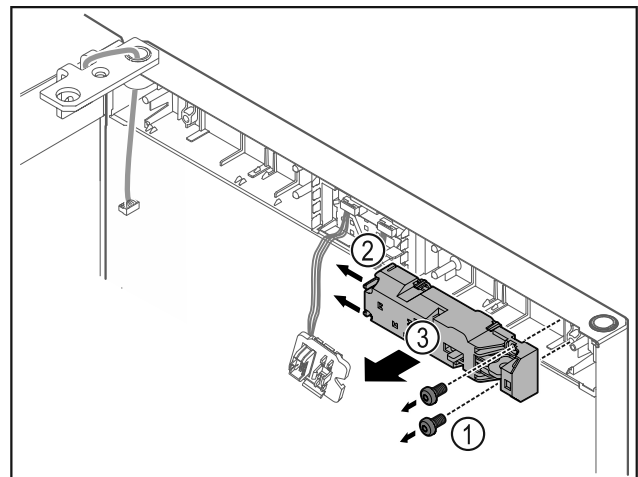

Fig. 22
- ▶ Schrauben Fig. 22 (1) entfernen.
- ▶ Rastnasen Fig. 22 (2) zur Seite drücken und Fernschloss Fig. 22 (3) abnehmen.